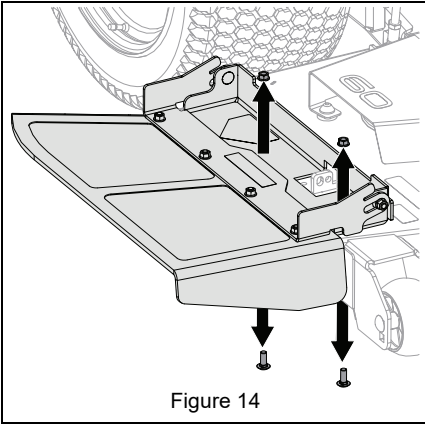

Figure 14
1. Retirer et conserver deux boulons à tête ronde à collet carré et deux écrous à embase à blocage central de fixation de la goulotte d'éjection au carter. Déposer la goulotte d'éjection et la conserver pour le fonctionnement sans ensacheuse. Voir Figure 14.